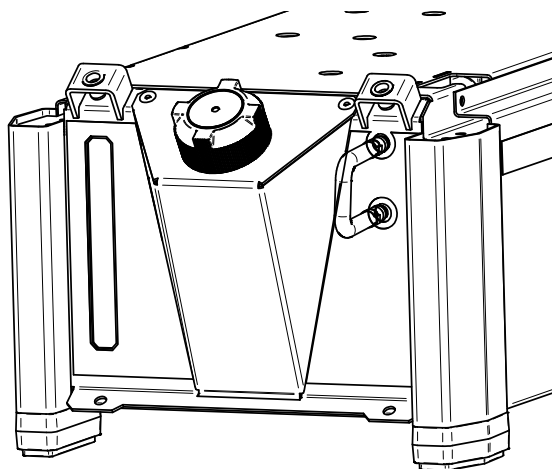

Рисунок 36
- Подсоедините шланг с водяным штуцером быстрого соединения (входит в комплектацию оборудования) к впускному патрубку охладителя и выходному разъему (Рисунок 36).